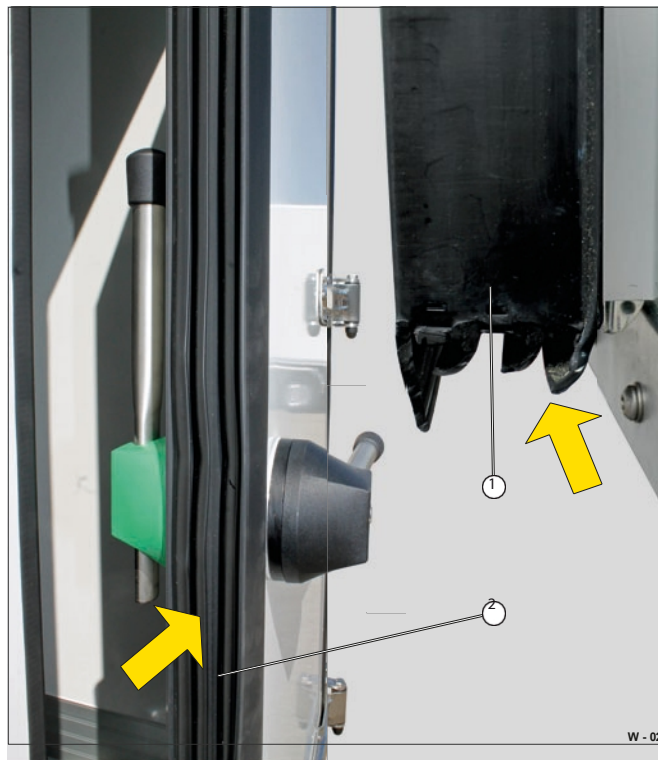

Fig. 11 Vedação da porta com 4 dobras (Cool Trailer Profi)
- Limpe a superfície de vedação interior (Fig. 11/1) e os lábios de vedação (Fig. 11/2) a toda a volta com um pano húmido.